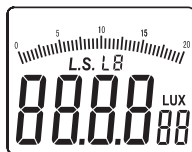

Figura 3-3
- Pressione e segure a tecla novamente por um segundo, “PEAK” na posição superior direita da interface LCD desaparecerá, e “AUTO” aparecerá no meio da interface LCD, e o dispositivo sairá do modo de medição de valor de pico e retornará ao modo de medição automático (como mostrado na figura 3-3).